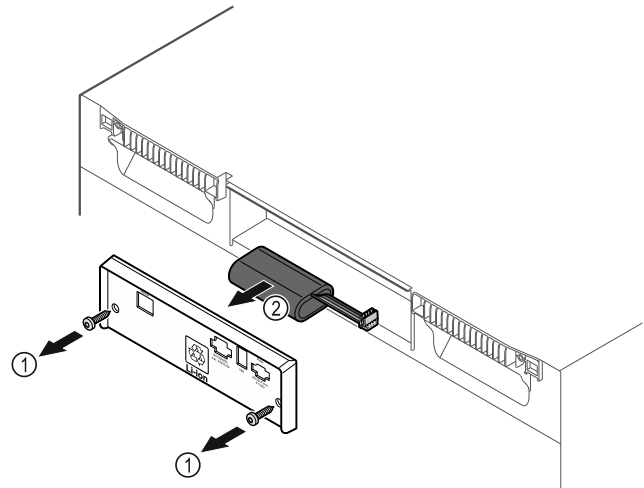

Fig. 185
- ▶ Викрутити гвинти і зняти кожух на задньому боці пристрою Fig. 185 (1).
- ▶ Батарею від'єднати та вийняти Fig. 185 (2).